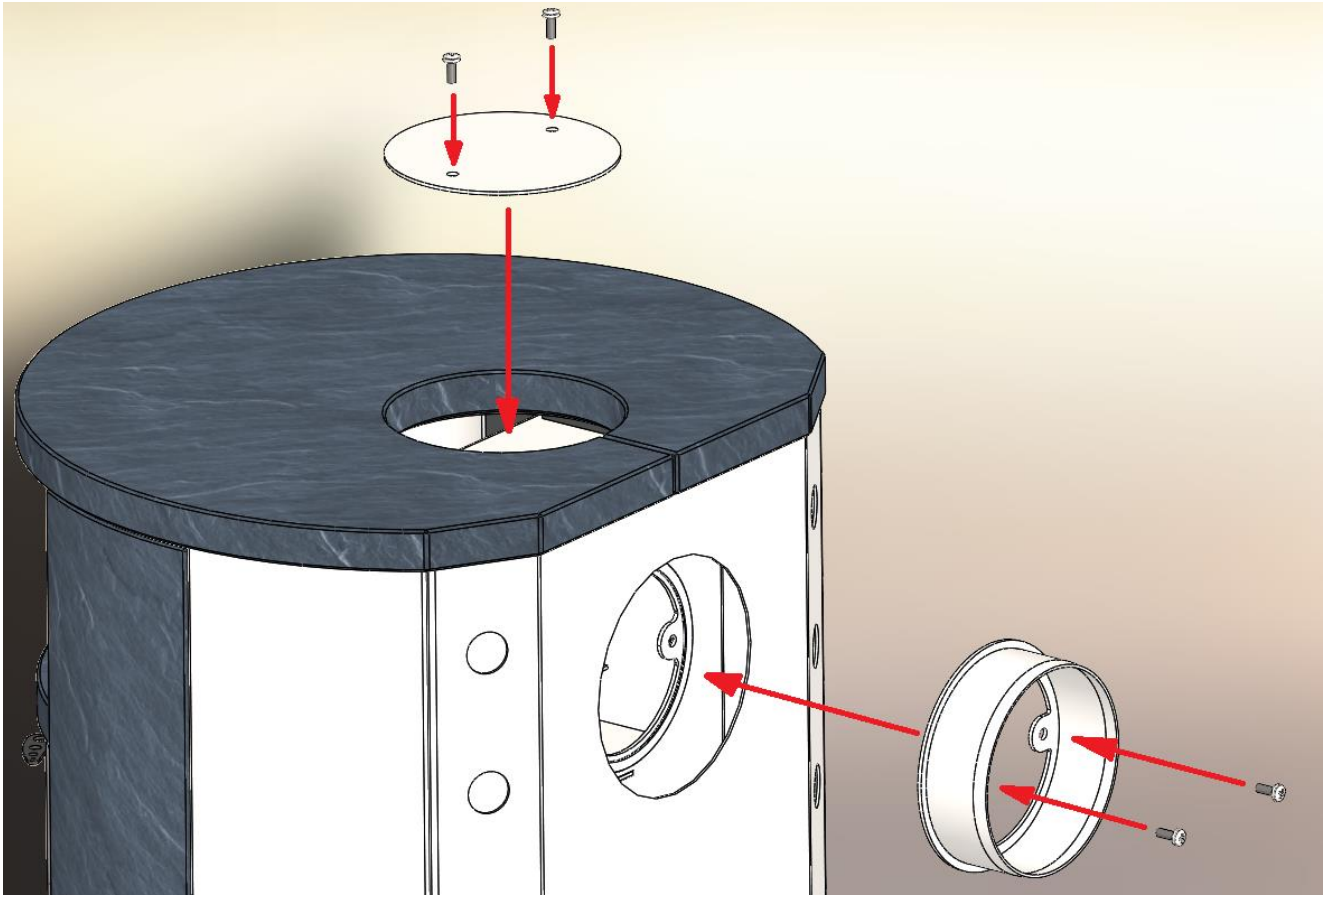

Figura 3 Conectarea sobei pe lemne la coș
4. Figura 3 Conectarea sobei pe lemne la coș	Pagină 6